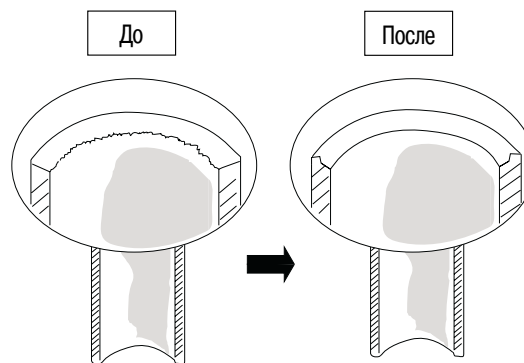

Рис. 25
- б) Удалите заусенцы на конце медной трубы при помощи развертки или напильника. Эта операция очень важна, и выполнять ее нужно тщательно для создания надлежащего раструба (рис. 25).